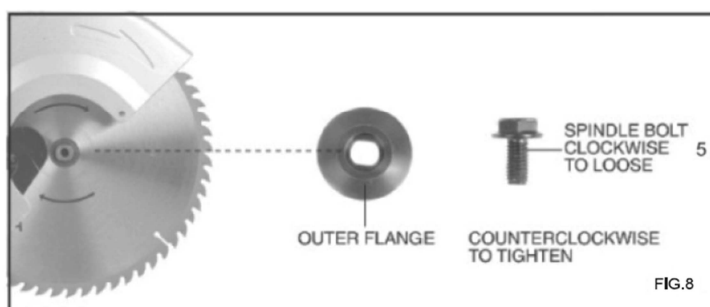

FIG. 8
7. Gebruik de sleutel om de spilbout los te schroeven en uit te nemen. Nota: de spilbout schroeft los in rechtsom richting. Neem dan de buitenflens af. (Zie Afb.8)